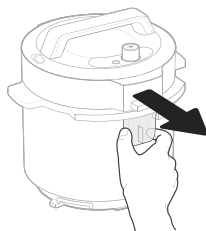

Figura 10.5
1. Retire el colector de condensación sujetando cada lado con los dedos pulgar e índice y separándolo de la olla a presión. **[Figura 10.5]**